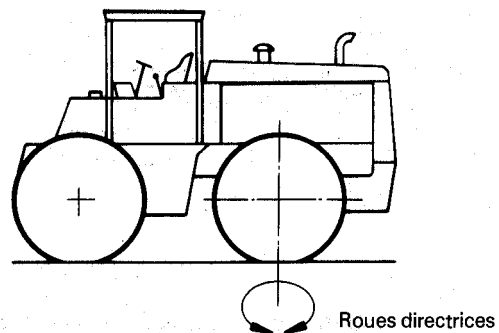

Figure 6 — Direction agissant sur les roues arrière
5.1.3.2 Direction agissant sur les roues arrière (voir figure 6)